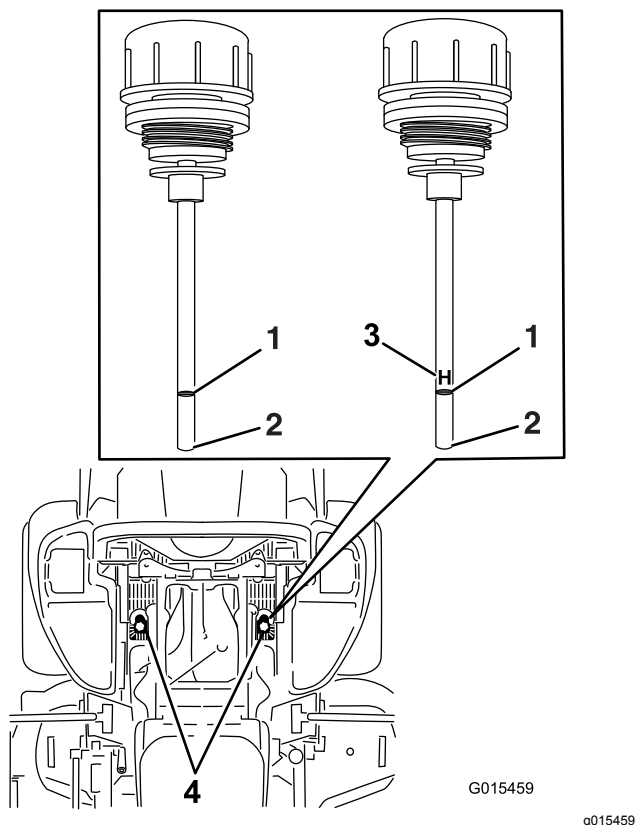

Figure 94
6. Nettoyez la surface autour des jauges des réservoirs du système hydraulique (Figure 94).
7. Sortez une jauge du réservoir hydraulique (Figure 94).
9. Ressortez la jauge et examinez son extrémité (Figure 94).